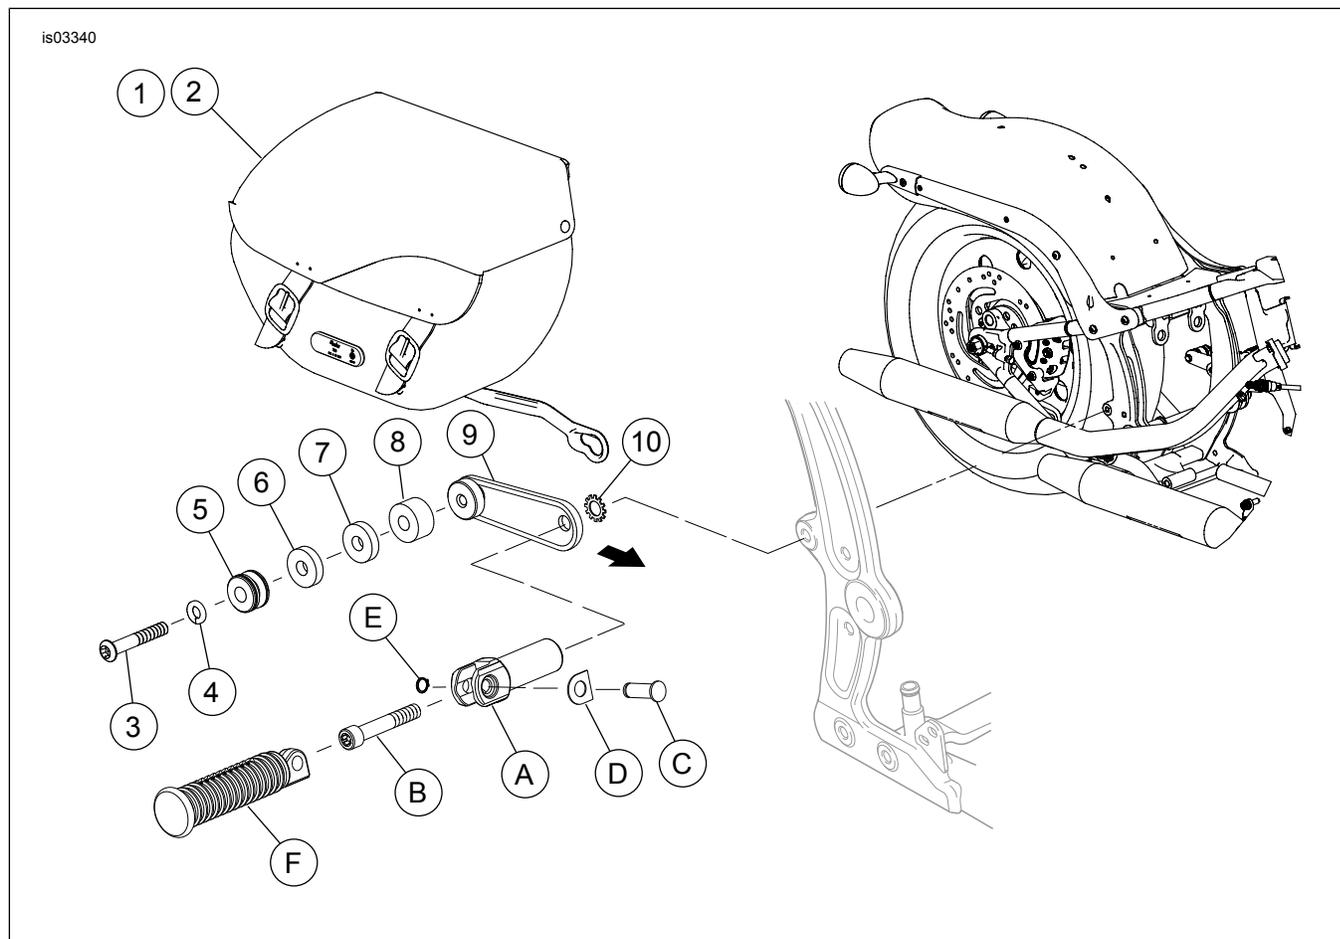
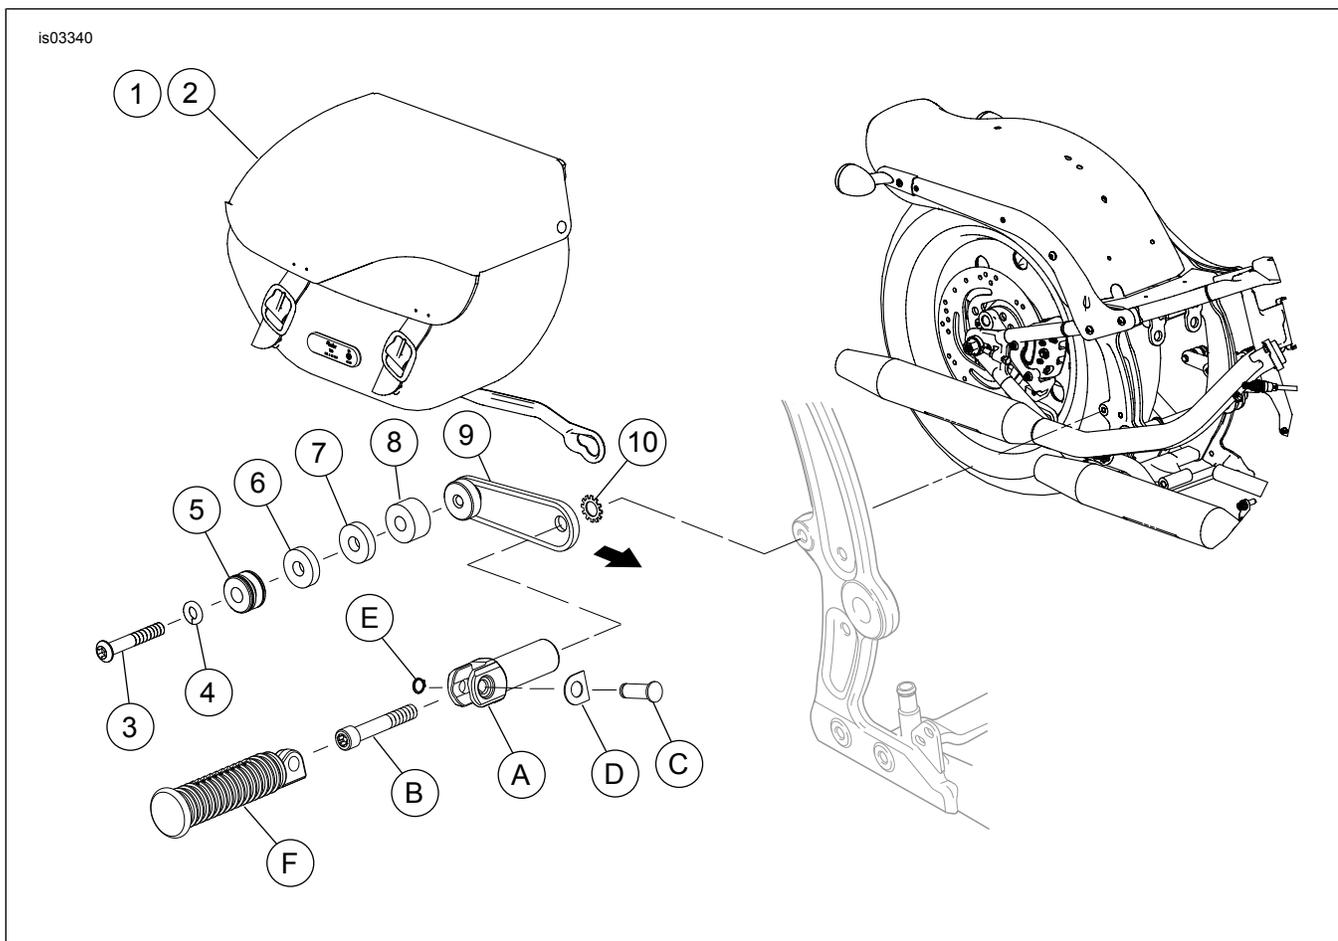

Abbildung 7. Ersatzteile: Abnehmbarer Satteltaschensatz für FLST/C-Modelle ab 2003 und FX Softail-Modelle von 2003 bis 2005 (außer FXSTD)
Abbildung 8. Ersatzteile: Abnehmbarer Satteltaschensatz für FX Softail-Modelle ab 2006 (außer FXSTD)
2. Siehe Abbildung 7 oder Abbildung 8. Die vordere untere Stütze (9) (mit eingebauten Distanzstück(en) und Mini-Befestigungsstelle) so verdrehen, dass die vordere untere Mini-Befestigungsstelle (5) ganz im kleineren Loch im Schlitz des unteren Satteltaschenstützarms sitzt.
- a. Den Fußrastenträger (A) so drehen, dass der Fußrastenschlitz in einem Winkel von 10 bis 15 Grad von der Vertikalen nach hinten gerichtet ist.
- b. Die vordere untere Stütze (9) festhalten, damit sie sich nicht verdreht, die Schraube mit einem T-50 TORX-Steckschlüsseinsatz mit Verlängerung auf ein Drehmoment von 47,5–61 N·m (35–45 ft-lbs) anziehen.